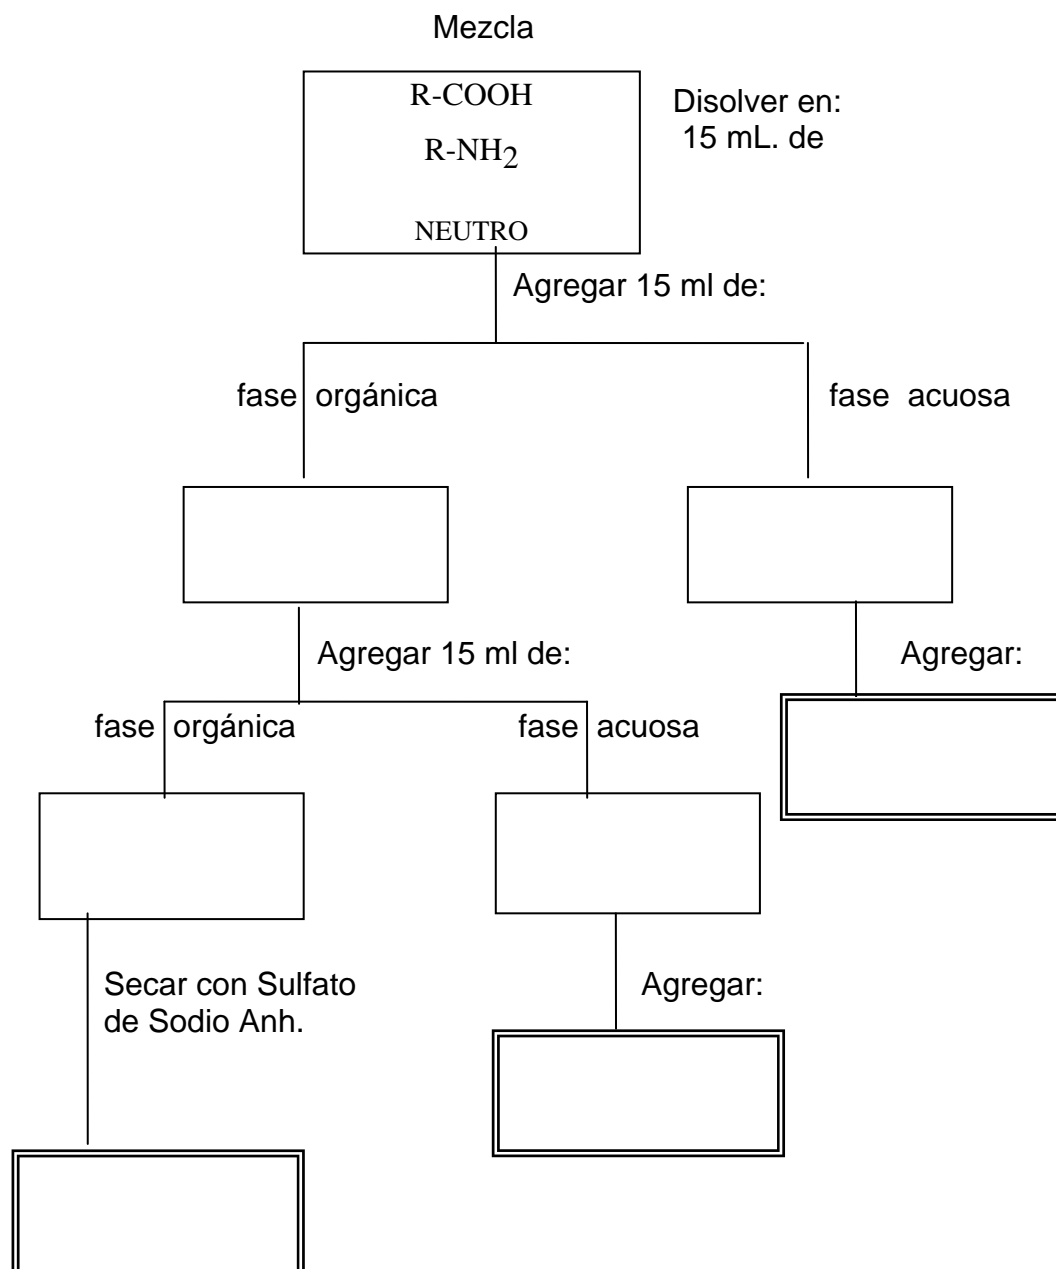

Figura 1.- Diagrama de separación ácido, base, neutro.
- Con los datos anteriores y las relaciones de las fases involucradas, diseñe un diagrama de separación de compuestos: ácido, básico y neutro, empleando como guía el siguiente esquema (Figura 1).